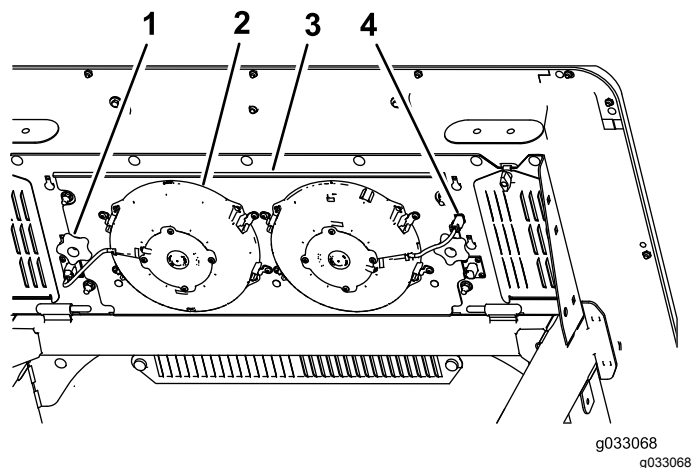

図 57
3. ファン用のプラグとコードをソケットから外す (図 57)。
4. ファンパネルアセンブリとファンをキャブの上部に固定しているノブ2個ボルトを外してアセンブリを外す (図 57)。